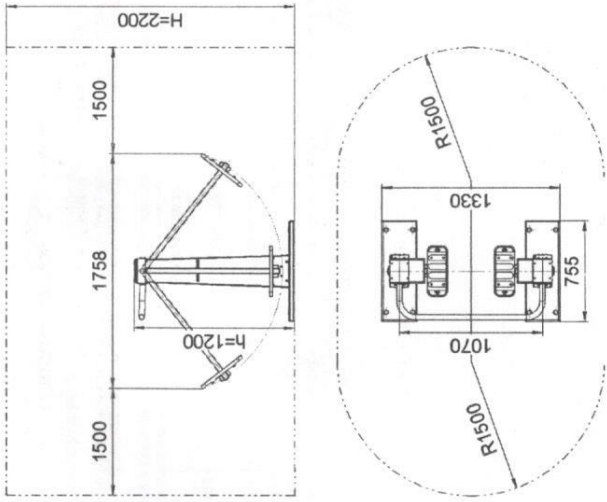

Рис.1
- 2.1 Основные технические характеристики приведены в таблице 1 и на рис. 1